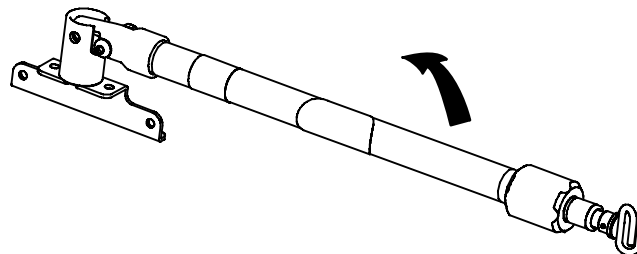

Figura 24 – Posizione dell'asta portaflebo a tre sezioni
1. Sollevare e ruotare l'asta portaflebo dalla posizione di stoccaggio. Spingere verso il basso finché l'asta portaflebo non scatta in posizione nel vano (A).
2. Per allungare l'asta portaflebo, ruotare la ghiera di bloccaggio (B) in senso antiorario e tirare verso l'alto in corrispondenza della sezione telescopica (C). Alzare l'asta portaflebo all'altezza desiderata.
3. Ruotare la ghiera di bloccaggio (B) in senso orario per bloccare la sezione telescopica (C) in posizione.
4. Per ottenere un'asta portaflebo più alta, tirare verso l'alto la sezione scorrevole (D) fino a quando la fascetta a molla (E) non si connette.
5. Appendere le sacche/i flaconi di infusione al gancio portaflebo (F).
6. Per abbassare l'asta portaflebo, spingere sulla fascetta a molla (E) e far scorrere verso il basso la sezione (D) nella sezione telescopica (C). Ruotare la ghiera di bloccaggio (B) in senso antiorario e far scorrere la sezione telescopica (C) nel tubo della porzione inferiore.
7. Ruotare la ghiera di bloccaggio (B) in senso orario per stringere.
8. Sollevare e ruotare l'asta portaflebo verso il basso nella posizione di stoccaggio (Figura 24).